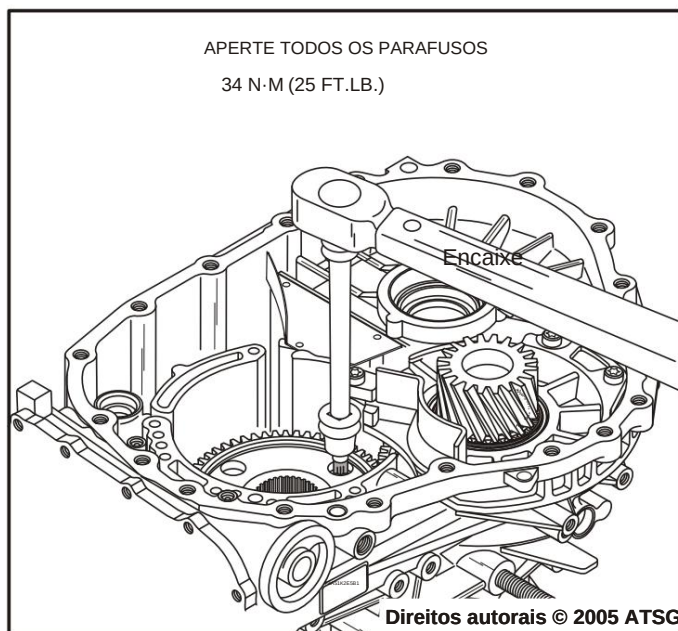

Figura 161
20. Parafusos de retenção da engrenagem motriz da engrenagem de transferência de torque a 34 N·m (25 ft.lb.), conforme mostrado na Figura 161.